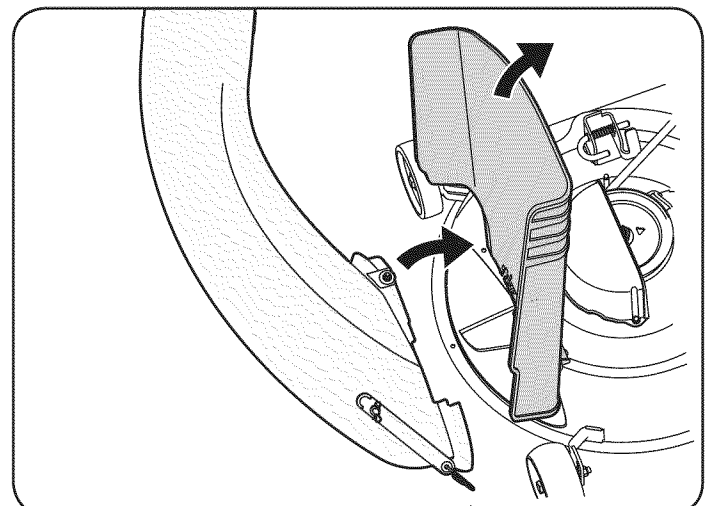
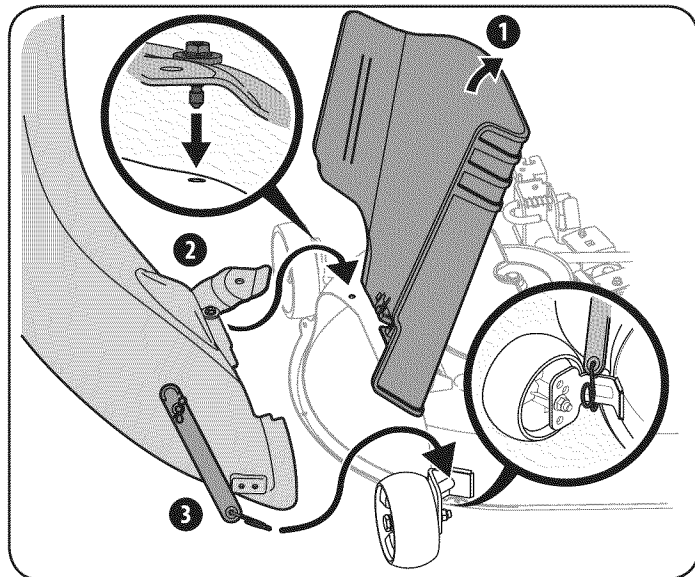

Figure 19
Figure 20
3. Con la descarga del tractor conducto levantado y abierta, instale el codo de conducto sobre el conducto de apertura mediante la colocación de la cubierta de montaje perno en el orificio correspondiente, como se ve en la Figure 19, entonces seguro enganche el codo a la cubierta, enganchando el resorte de torsión de la correa de sujeción sobre el soporte de montaje de la rueda de cubierta un visto en Figure 20.